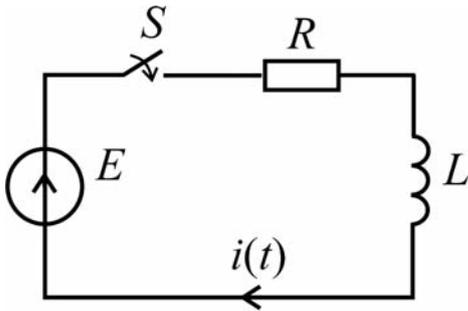

Рисунок 1
– *RL*-схема замещения цепи в случае подключения обмотки управления реле к источнику постоянного напряжения  $E$  (рисунок 1);
2 Провести моделирование схемы замещения цепи в случае подключения обмотки управления реле к источнику постоянного напряжения  $E$  (рисунок 1).